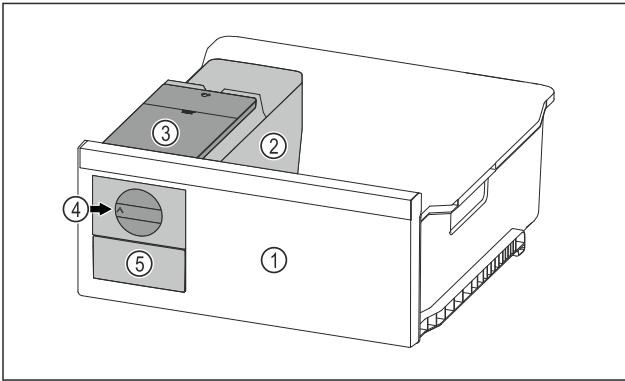

Fig. 97 Ілюстративне зображення
- ▶ Поворотну ручку Fig. 97 (4) повернути за годинниковою стрілкою до упору.
- ▶ Кубики льоду випадають із ванночки для кубиків льоду у висувний ящик для кубиків льоду Fig. 97 (5). Якщо не всі кубики льоду виймаються з ванночки для кубиків льоду: